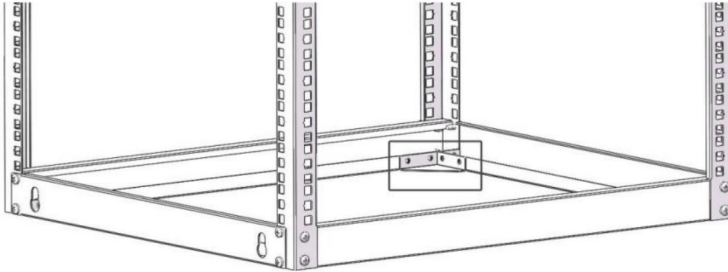

Figura 5
1. Inserte un tornillo autorroscante M5*10 (8) a través del punto de conexión a tierra en el cable de conexión a tierra (12) y dentro del orificio de conexión a tierra ubicado en la parte inferior del rack. (Figura 5).
2. Pase el cable de conexión a tierra (12) por debajo del marco del rack. (Figura 5).
3. Conecte el cable de tierra (12) a una conexión a tierra.